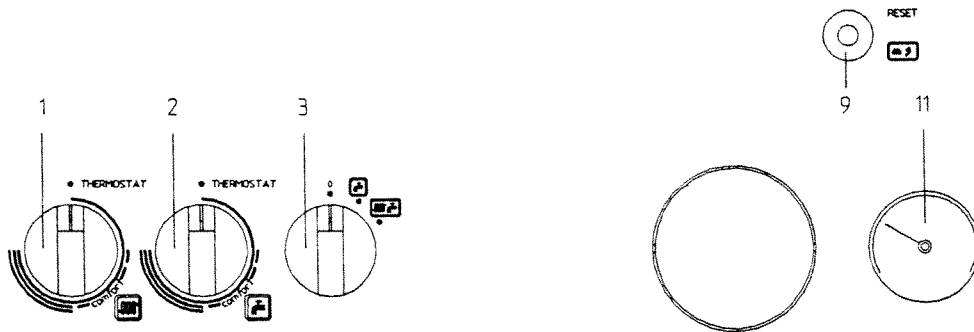

Figura 9
- aprire il rubinetto gas e ruotare la manopola (3) di figura 9 predisponendo la caldaia in posizione estate (☀️);
- abrir el grifo gas y hacer girar el botón (3) de figura 9, predisponiendo la caldera en posición verano (☀️);